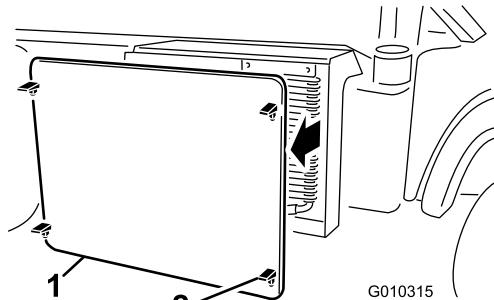

Bild 62
2. Lösen und entfernen Sie das Kühlergitter vorne am Kühler (Bild 62).